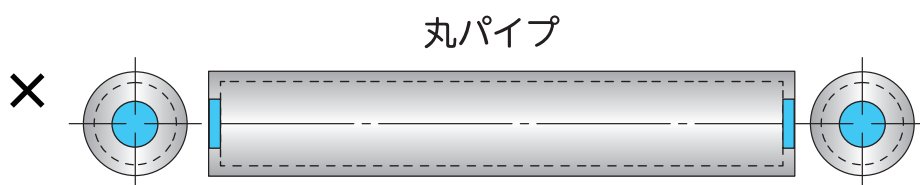

図 3
- 図 3 は中心部分があいているので亜鉛の流出はできますが、亜鉛と空気がしっかり抜けず、亜鉛溜りや不めっきが生じます。